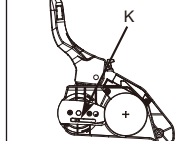

Рисунок 3G
12. Туго затяните крепежный винт (N) и выполните шаг 13 для регулировки натяжения цепи.
13. Поверните кольцо регулировки натяжения цепи по часовой стрелке до упора (M); вытяните кнопку в направлении стрелки (L); затем затяните рукоятку по часовой стрелке и задвиньте кнопку управления назад (рис. 3G).